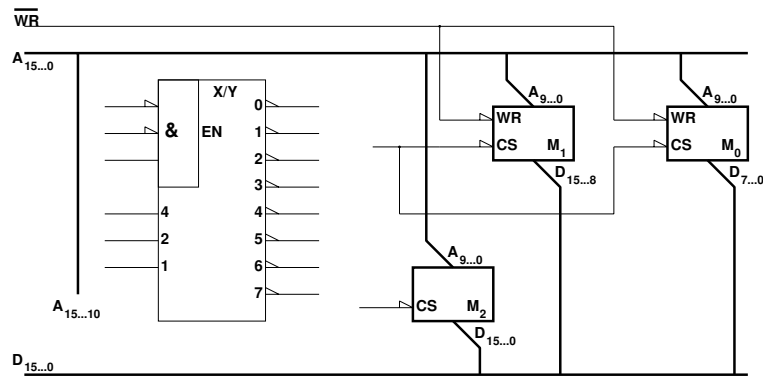

Figura 2
27. Na figura 2 está representado um circuito de memória incompleto.